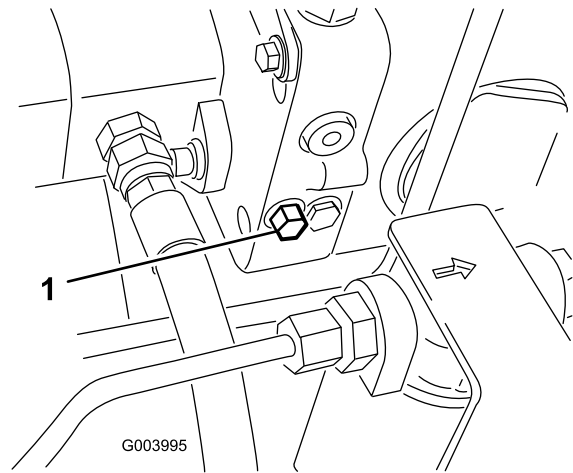

Figura 72
1. Gire el perno de la válvula de desvío una vuelta y media para abrirla y dejar pasar el aceite internamente (Figura 72).